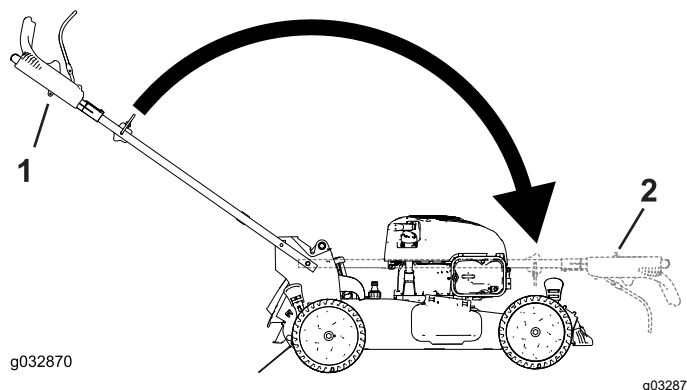

Figura 21
2. Piegate la stegola, ruotandola in avanti (Figura 21).